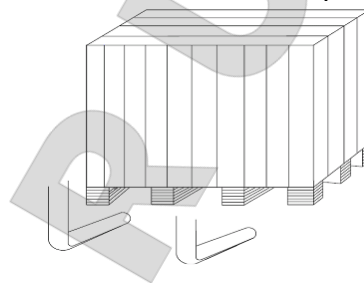
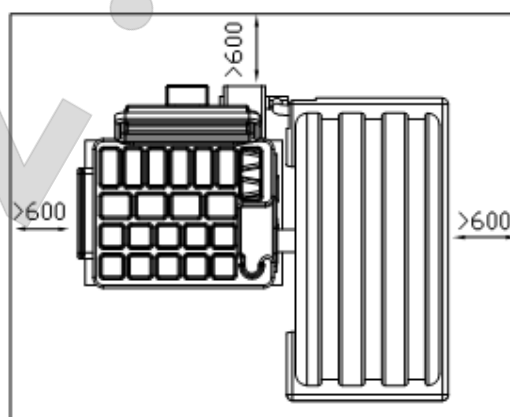

Рис. 4
Рис. 5
4.1.1 После того, как вы убедитесь, что упаковка вашего станка находится в хорошем состоянии, вы можете переместить станок для балансировки колёс к месту его установки (Рис. 4). Выбранное место установки должно удовлетворять следующим требованиям: Температура окружающей среды должна быть 0 °С – 50 °С, а относительная влажность должна быть ≤ 85%. И производите установку так, как это показано на Рис. 5.